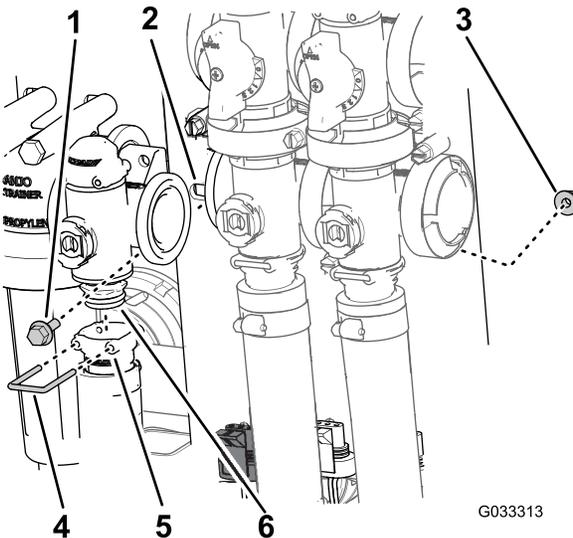

Bild 63
2. Entfernen Sie den Halter, mit dem das Auslaufanschlussstück am Verteiler für das Dosierungsregelventil befestigt ist (Bild 63).
3. Entfernen Sie die zwei Bundkopfschrauben und zwei Sicherungsbundmuttern, mit denen das Dosierungssteuerventil an der Ventilhalterung befestigt ist, und entfernen Sie den Ventilverteiler von der Maschine (Bild 63).